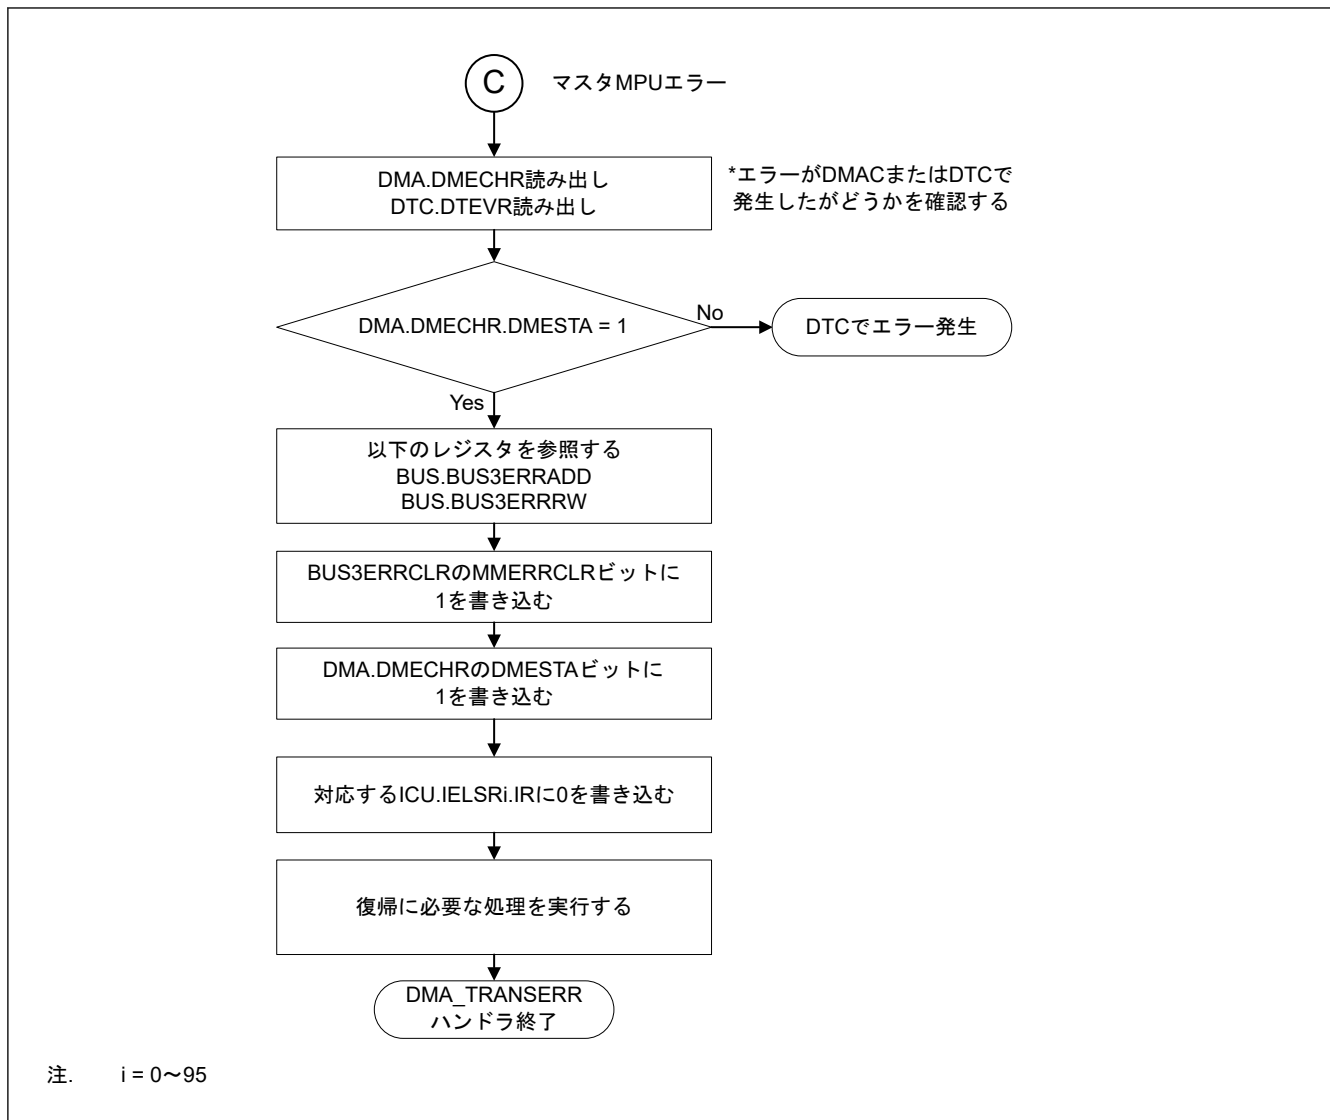

図 15.29 マスタ MPU エラーによる DMA_TRANSERR ハンドラの処理
- 図 15.29 に DMAC のマスタ MPU エラーが発生したチャンネルとセキュリティ属性を確認するフローを示します。